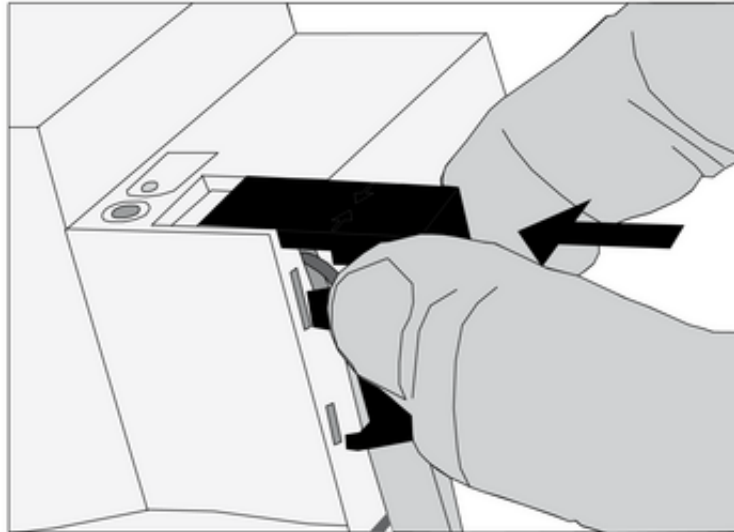

Bild 7: Abdeckkappe aufstecken
- Abdeckkappe über die Busklemme stecken, bis sie einrastet (Bild 7).